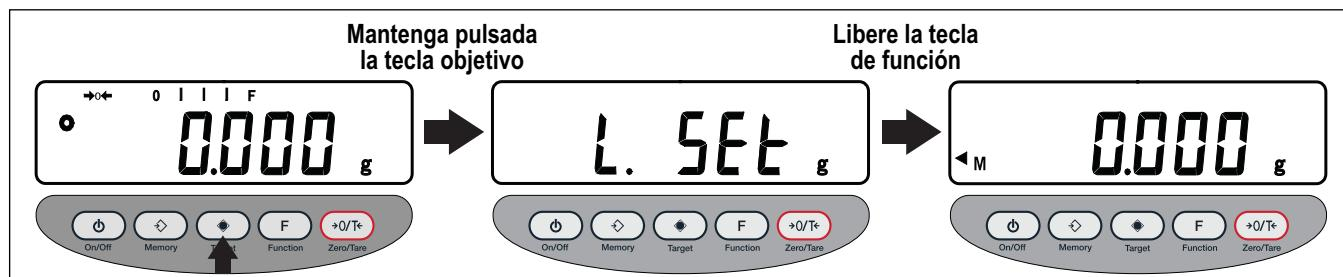

Figura 7-5. Introduzca el ajuste del límite inferior
1. Mantenga pulsada **F** hasta que aparezca **Func** y, a continuación, suelte la tecla. Se activa el modo de configuración de funciones y el primer parámetro, **I. b.5. I** (consulte la Figura 7-5 en la página 27).